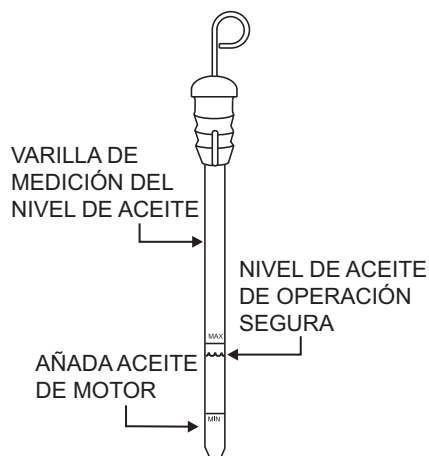

Figura 12. Nivel de aceite del motor (varilla de medición del nivel de aceite)
3. Verifique que el nivel de aceite de motor (Figura 12) se mantenga entre las dos muescas en la varilla de medición.